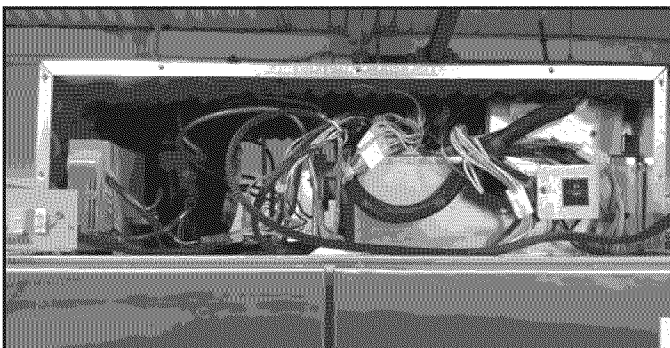

FIGURE 14
**REMARQUE :** La niche (couvrete supérieur de l'appareil) maintiendra en place le nouveau module HT. Voir *Figure 14*.